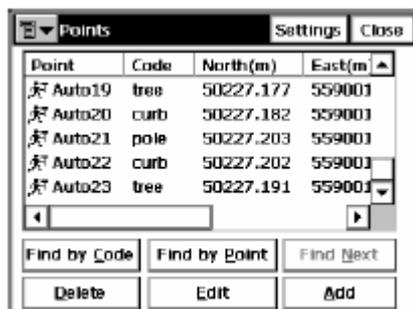

Рисунок 4-2. Точки
Выберите **Edit(Ред.)>Points(Точки)**, откроется окно *Points (Точки)* (рис. 4-2).
3. Чтобы удалить точку, выделите ее в списке и нажмите кнопку **Delete** (Удалить) (рис. 4-2 на стр. 4-2).